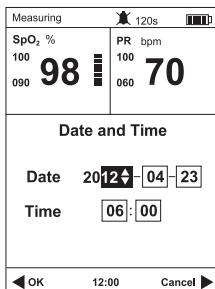

Abb. 3.2
- 2) Drücken Sie die Navigationstaste, um die Option "Datum und Zeit" auszuwählen, und drücken Sie dann die OK-Taste, um den Zeiteinstellungsbildschirm aufzurufen, siehe Abb.3.2.